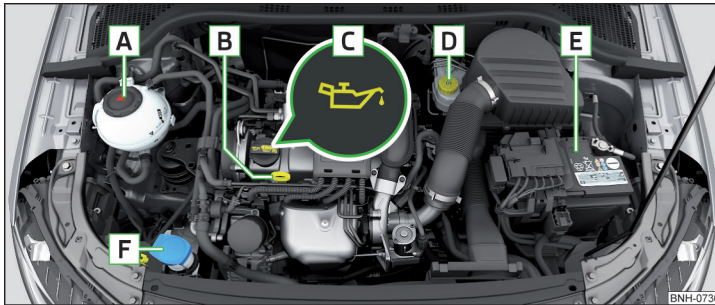

Abb. 226 Anordnungsbeispiel im Motorraum
- ▶ Den Deckel der Motoröleinfüllöffnung **C** abschrauben » Abb. 226 auf Seite 207.